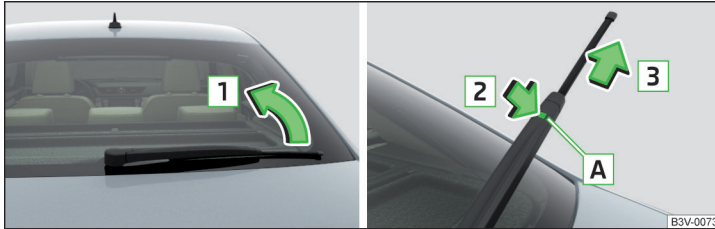

Abb. 253 Scheibenwischerblatt der Heckscheibe auswechseln
- › Den Scheibenwischerarm » Seite 219 von der Scheibe in Pfeilrichtung **1** anheben » Abb. 253.